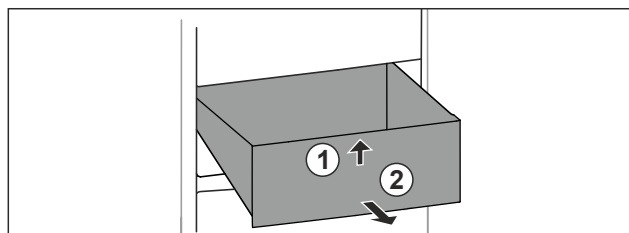

Fig. 25
- ▶ Unieść szufladę z przodu. Fig. 25 (1)
- ▶ Wyjąć szufladę do przodu. Fig. 25 (2)